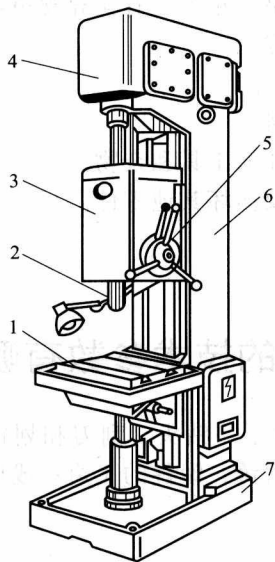

图 1-3 立式钻床
① 电钻钻孔前应空转开机 1min，检查传动工作是否正常，发现故障应排除后再使用。
② 钻削钻头应锋利，钻孔时不宜用力过猛；当孔接近钻穿时，应减少钻孔压力，以防止发生事故。
(3) 立式钻床（图 1-3） 立式钻床应用广泛，可钻 $\phi 25\text{mm} \sim \phi 50\text{mm}$ 直径的多种孔，也可用来铰孔、铰孔和攻螺纹。工作时主轴转速与进给速度有较大的变动范围，可加工出较高精度孔。钻床的型号与技术参数见表 1-2。